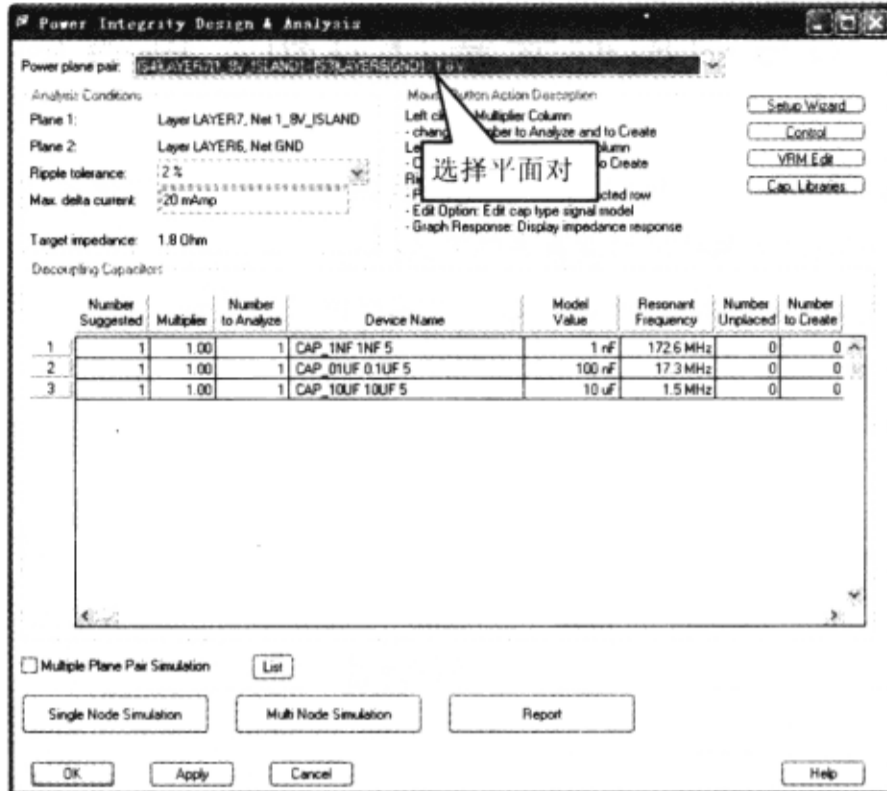

图 10-7-104 选择平面对
(5) 在“Power Integrity Design & Analysis”对话框中“Power plane pair”栏中选择“[S4]LAYER7(1\_8V\_ISLAND) - [S3]LAYER6(GND) - 1.8V”，如图 10-7-104 所示。